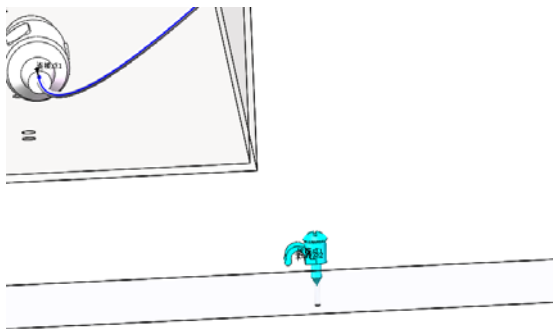
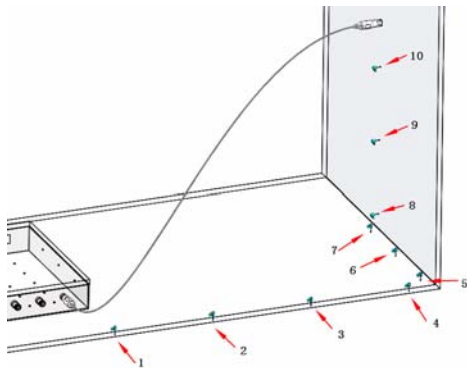

图 18-66 添加线夹
图 18-67 添加线夹
① 从步路库的电气文件夹选取线夹。将线夹拖动到装配体底面左侧的孔中并将之与孔配合，如图 18-66 所示。继续添加另外 9 个线夹，结果如图 18-67 所示。